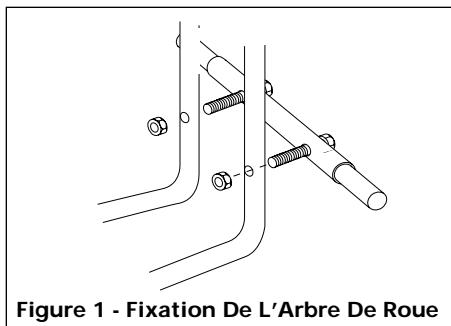

Figure 1 - Fixation De L'Arbre De Roue
- Mettre la pompe d'aplomb et la tenir en bon équilibre. Attacher l'arbre de roue aux jambes de la charrette en enfonçant les boulons montés d'avance dans les trous situés sur les jambes de la charrette. Fixer avec un écrou de 1/4 po-20 sur chaque boulon. Serrer avec une clé de 7/16 po (Voir Figure 1).